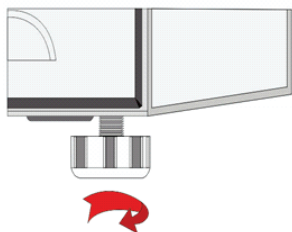

Рис. 3
- Для самостоятельного закрытия двери холодильника необходимо сделать уклон с помощью регулировочных опор на 5-7 мм выше задней стороны (Рис. 3).